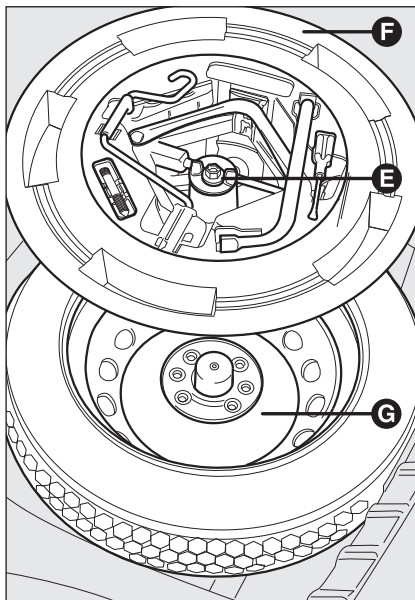

fig. 3
- ☐ desenrosque el dispositivo de bloqueo **E-fig. 3**;
- ☐ Por el contrario, en las versiones dotadas de una rueda de repuesto debe aflojar el dispositivo de fijación **E-fig. 3**, retirar la caja de herramientas **F**, colocarla cerca de la rueda que se debe cambiar y luego retirar la rueda de repuesto **G**.